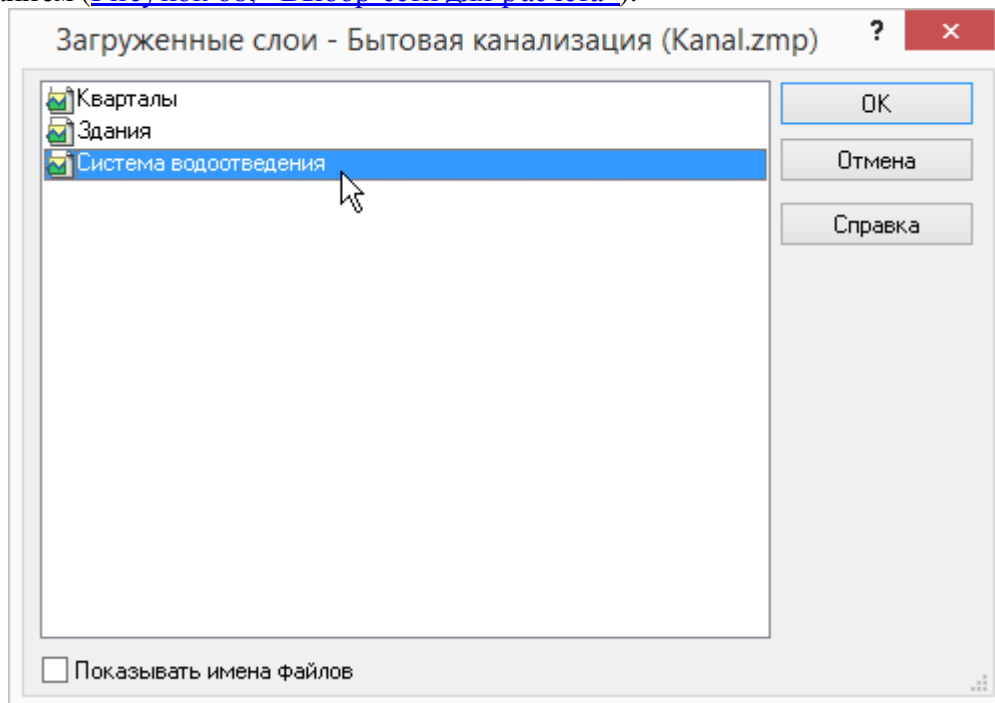

Рисунок 68. Выбор сети для расчета
4. Отметьте сеть для которой будет производиться расчет, установив флажок рядом с названием (Рисунок 68, «Выбор сети для расчета»).